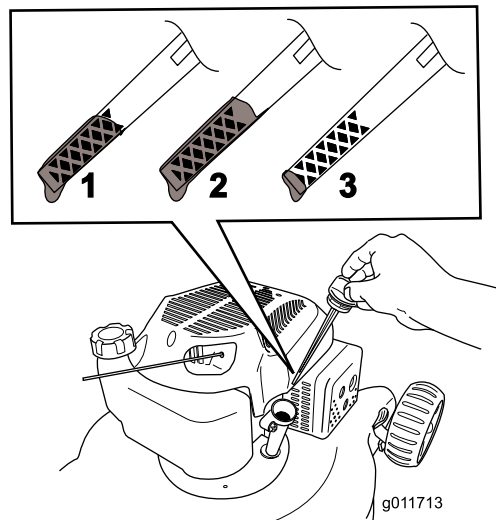

Figure 4
2. Retirez la jauge (Figure 4).
3. Versez **lentement** l'huile par l'orifice de remplissage, attendez quelques minutes puis vérifiez le niveau d'huile sur la jauge, en l'essuyant sur un chiffon propre et en l'insérant dans l'orifice, **mais sans visser** le bouchon (Figure 4).
**Remarque:** Versez de l'huile dans le carter moteur jusqu'à ce que la jauge indique le niveau correct, comme illustré à la Figure 4. Si vous remplissez excessivement le carter moteur, vidangez l'excédent d'huile comme expliqué à la section Vidange et remplacement de l'huile moteur.